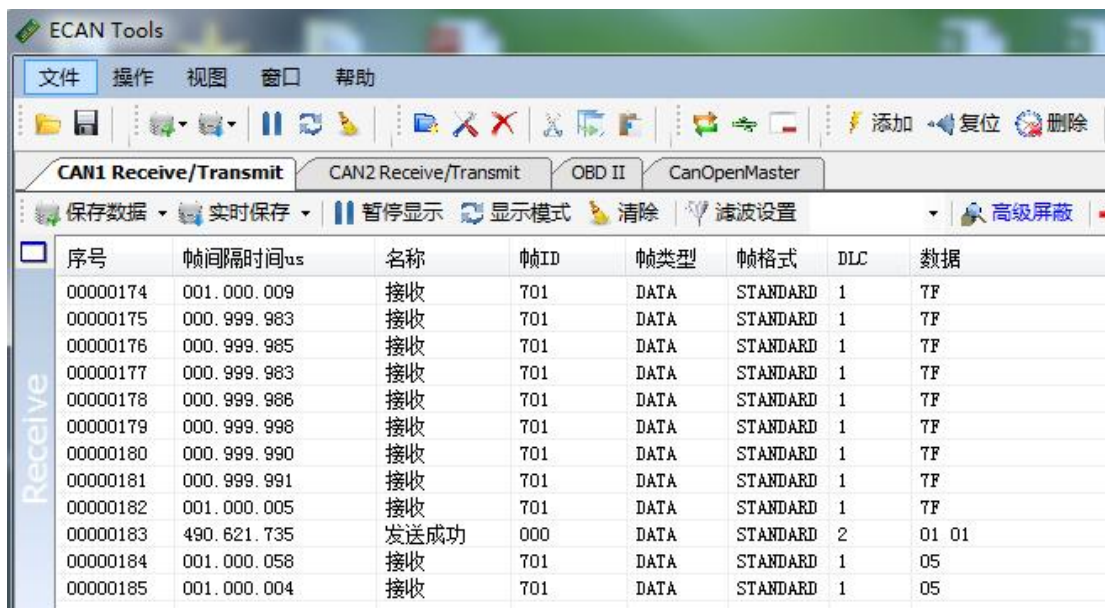

图 5.3 NMT 命令监控界面
使用 ECANTools 软件命令 GCAN-4038 进入操作状态的步骤是：①将从站节点号填入 ID 后面的文本框中，②点击添加从站按钮，③打开节点左侧的+号，并点击“NMT”，④选择“Start Remote Node”（默认），点击下方的“NMT”按钮。如图 5.3 所示，发送后可在 ECANTools 监控界面中查看到 NMT 命令，且发送完 NMT 命令后，节点状态变为 0x05（操作状态）。